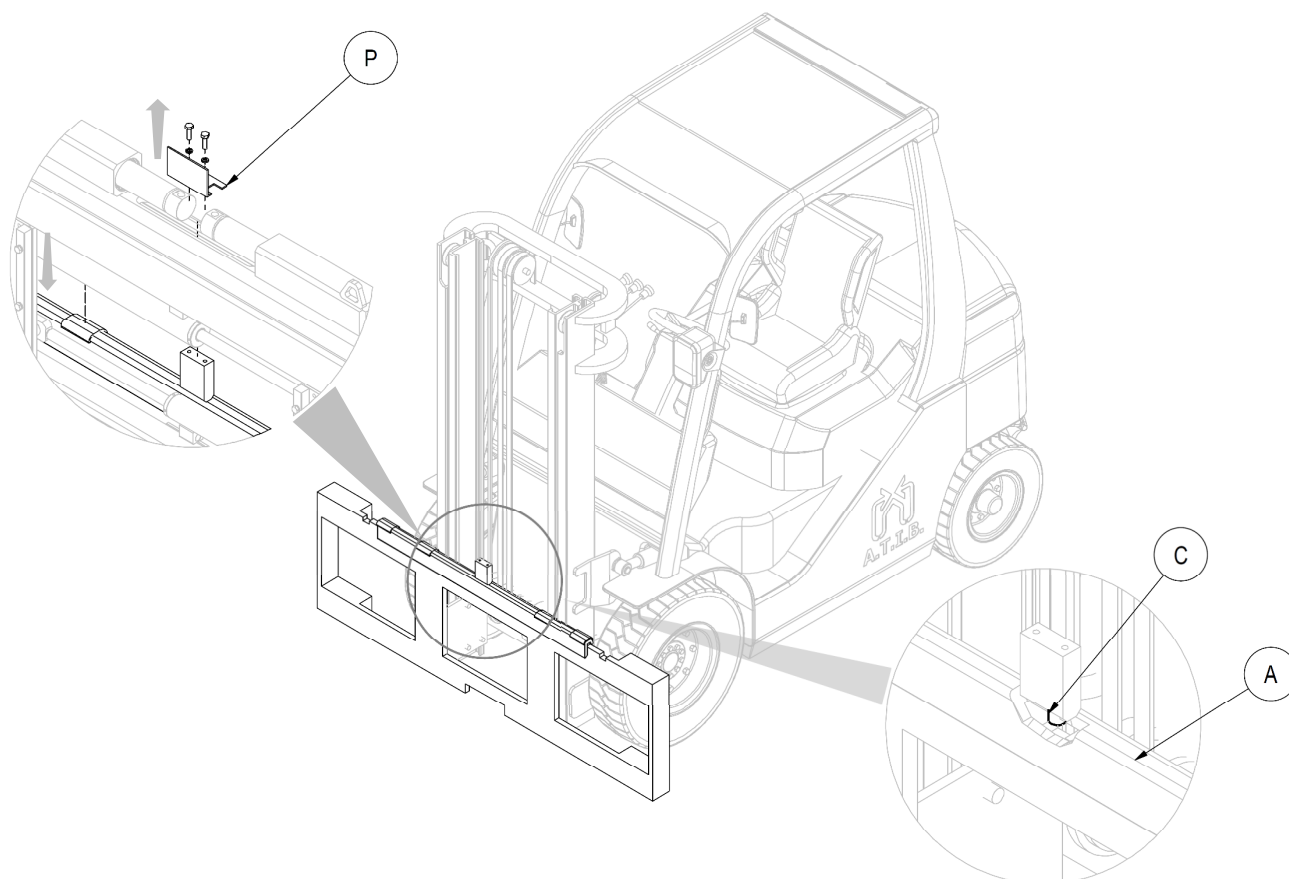

Figura 5
4. Después de extraer el «plegado de protección» (P) con los tornillos correspondientes, coger manualmente el doble gancho A (con los casquillos de deslizamiento correspondientes) y colocarlo en el perfil superior de la placa portahorquillas, teniendo cuidado de encajar el perno de centrado C en la muesca central de la misma (ver *Figura 5*).